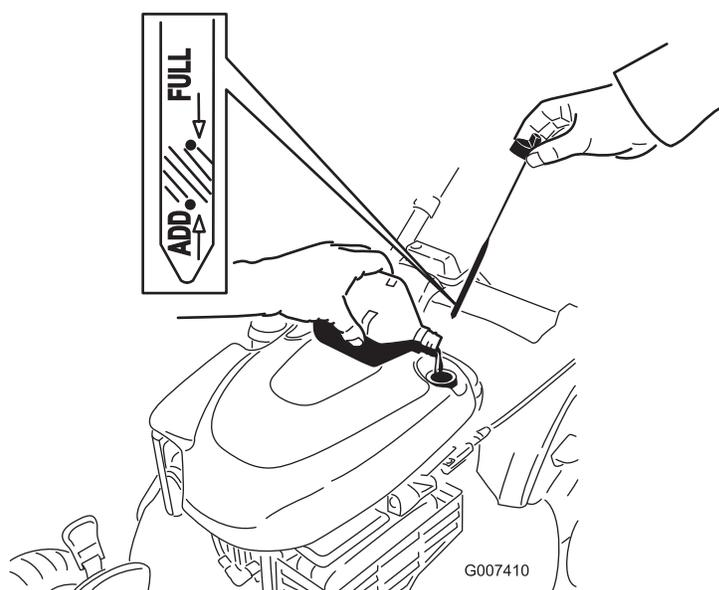

Figura 43
12. Rimuovete l'asta di livello e controllate il livello dell'olio; fate riferimento a Figura 43.